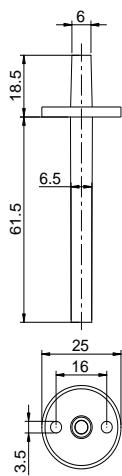
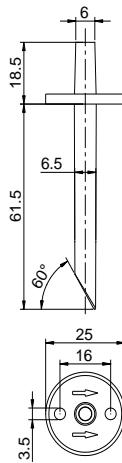
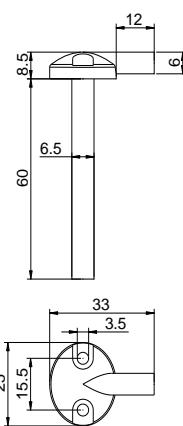

图 2：静压采样头 1003
图 3：全压采样头 1005
图 4：静压采样头 1009
1. 先安装采样头，如图 2、图 3、图 4。每个采样头用 2 枚螺丝固定安装在现场引压处，较长端(约 60mm)插入引压处。要注意插入后需要将开孔缝隙重新密封，以免系统漏气。如选用全压采样头 1005，安装时，图 3 所示箭头方向必须与气流方向相同。